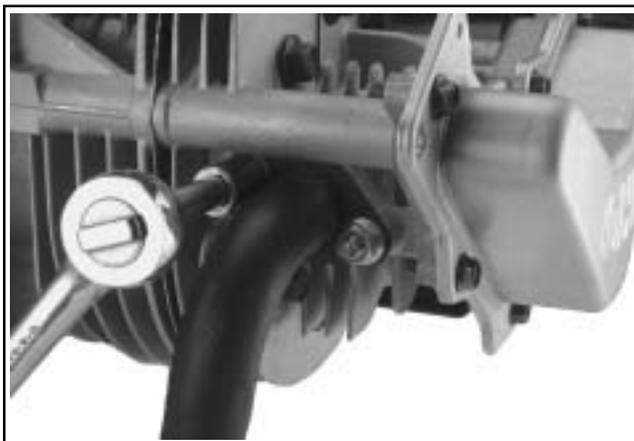

Figura 8-4. Rimozione dei dadi di scarico.
2. Rimuovere il silenziatore e la guarnizione dai prigionieri di scarico. Vedere Figura 8-4.